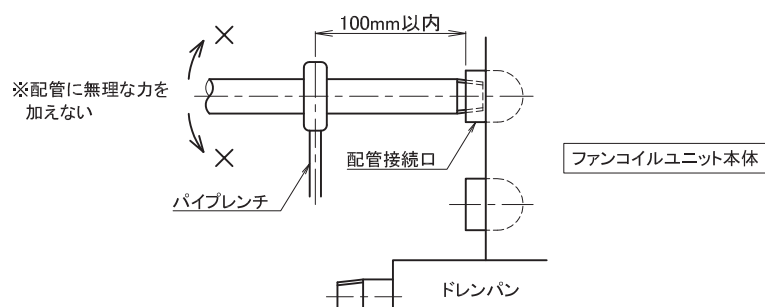

図3-3. 冷温水配管施工時の注意事項
- ・配管をねじ込む際は、配管に大きな力が加わらないように真っ直ぐにゆっくりとねじこんでください。（図3-3参照）